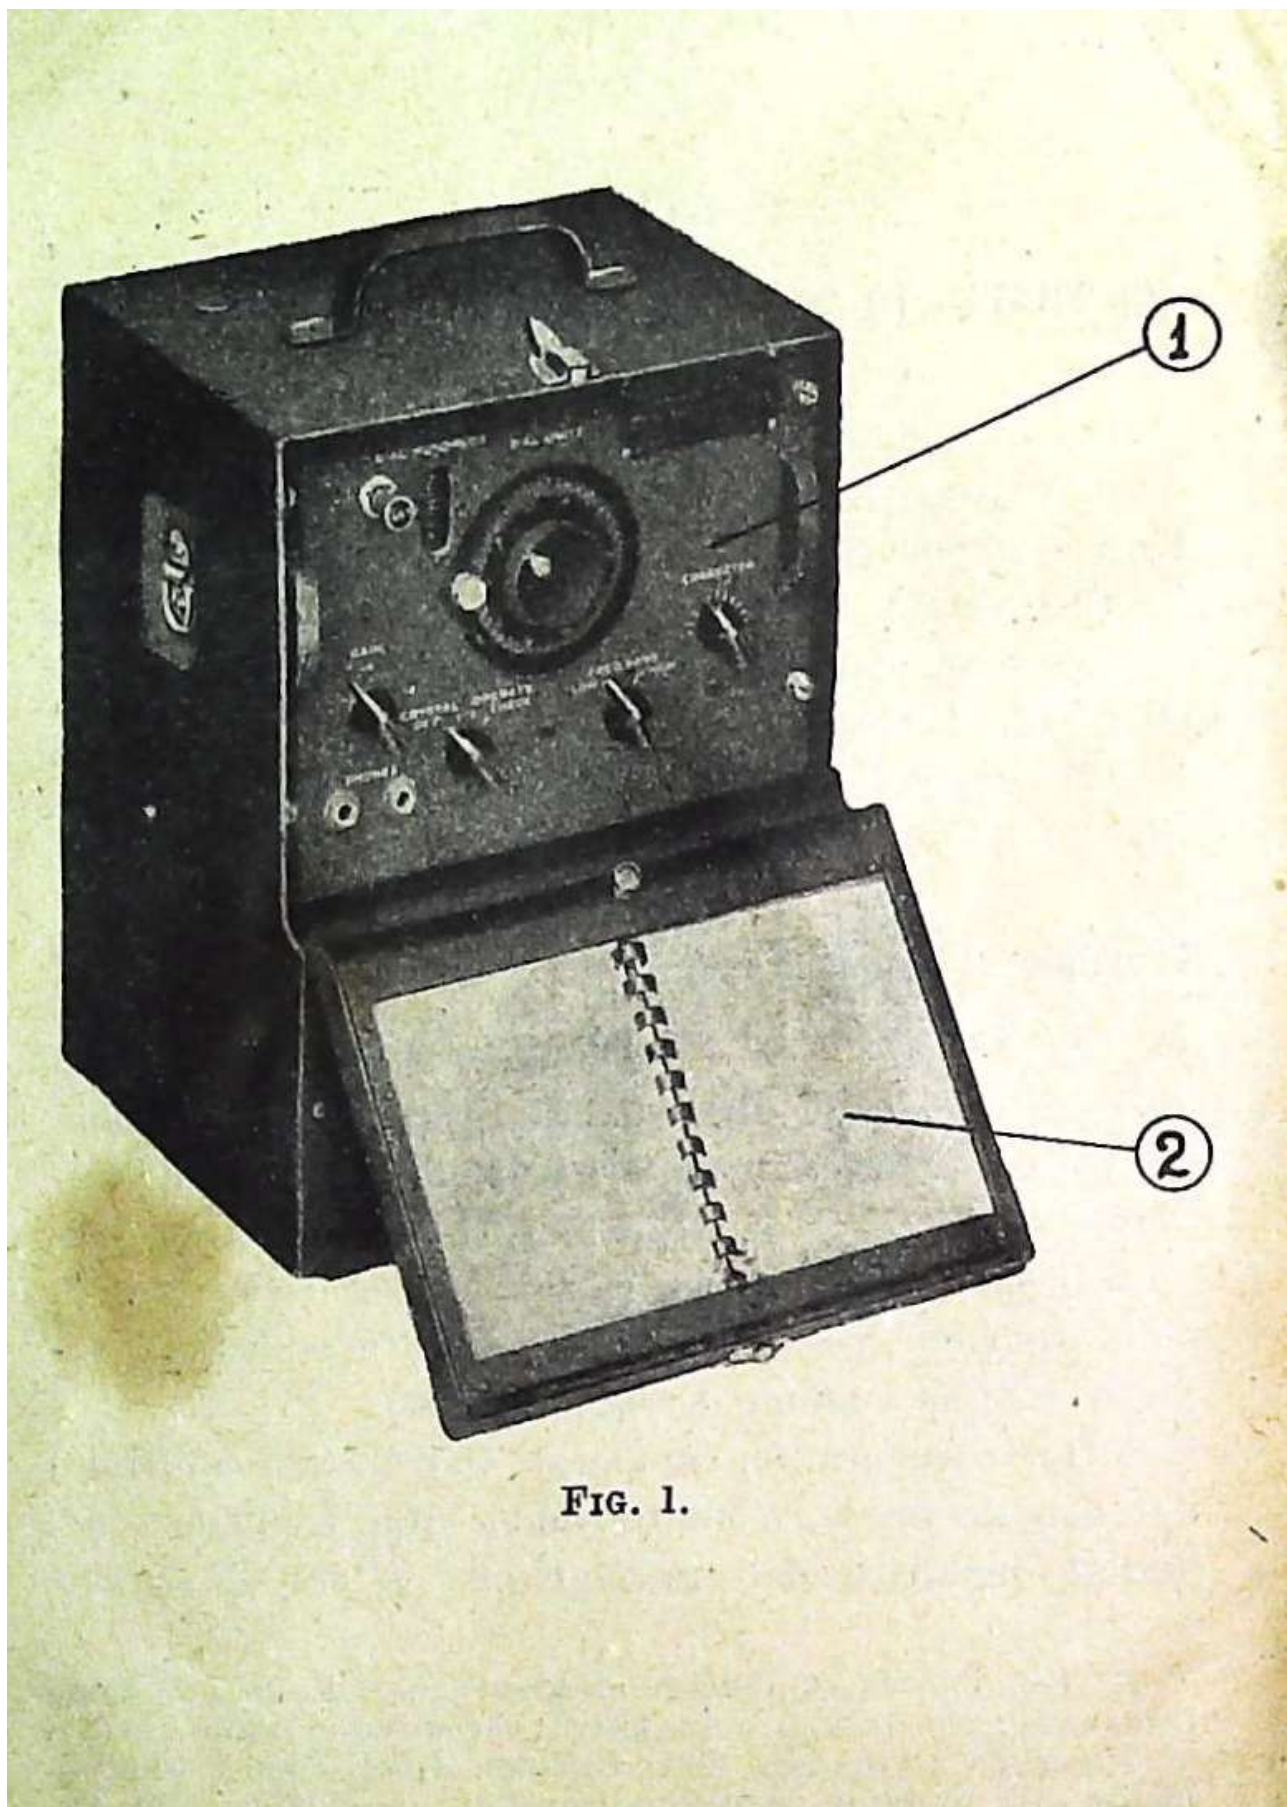

FIG. 1.
Per conoscere la frequenza corrispondente ad una certa posizione della graduazione della sintonia si debbono consultare le tabelle di taratura che sono riunite in un libretto (CALIBRATION BOOK), (vedi (2) nella Fig. 1) fissato sul retro dello sportello che protegge il pannello (1) (Fig. 1) del frequenzimetro.